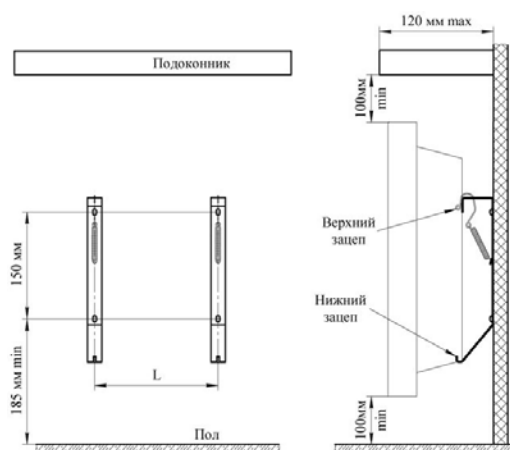

Рис. 1
5.4 Для установки конвектора выполните на стене разметку под крепёжные отверстия (см. рис.1, табл.2) и закрепите кронштейны для установки конвектора на стене, любым доступным способом, обеспечив надёжное крепление конвектора в течении всего срока эксплуатации.
5.5 Совместите прямоугольные отверстия на задней стенке конвектора с верхними зацепами кронштейнов (рис. 1) и наденьте конвектор на зацепы.
Включать и эксплуатировать конвектор допускается только в вертикальном положении, как показано на рис.1.